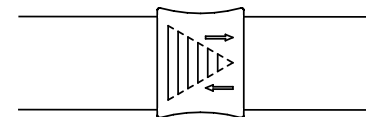

Abb. 1
2. Die Härte des Lattenrostes mittels Schiebern in der Mitte des Lattenrostes einstellen (Abb.1) - siehe das Etikett auf dem Lattenrost.